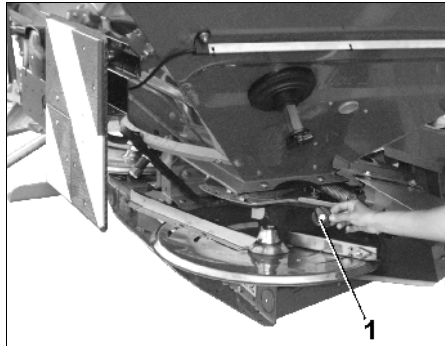

Fig. 51
- Remove the thumb nut (Fig. 51/1).